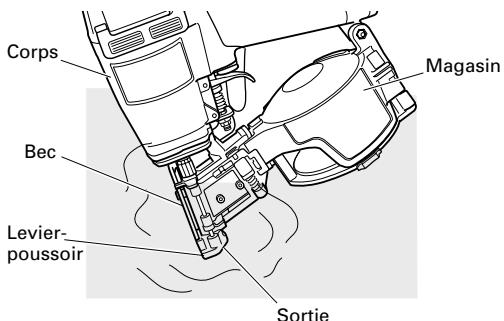

Fig. 15
(1) Veuillez immerger seulement la zone se trouvant autour de l'orifice de décharge dans du solvant, mais ne pas immerger le cylindre ou le magasin. (Voir Fig. 15)